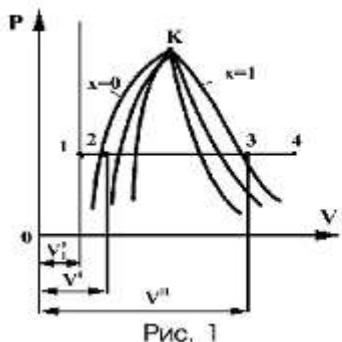

Рис. 1
4. Показать участок на рис. 1, соответствующий нагреву воды от 273К до температуры кипения.
5. Показать участок на рис. 1, соответствующий процессу парообразования от начала кипения до получения сухого насыщенного пара.
6. Показать участок на рис. 1, соответствующий процессу перегрева пара.
5. Показать на рис. 1 область, где скорость истечения меньше критической.
6. Показать на рис. 1 область, где скорость истечения равна критической.